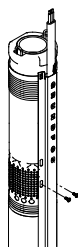

Fig. 10
3. Apertar a guarda do cabo ao filtro de aspiração com os dois parafusos auto-roscantes fornecidos, ver fig. 10.